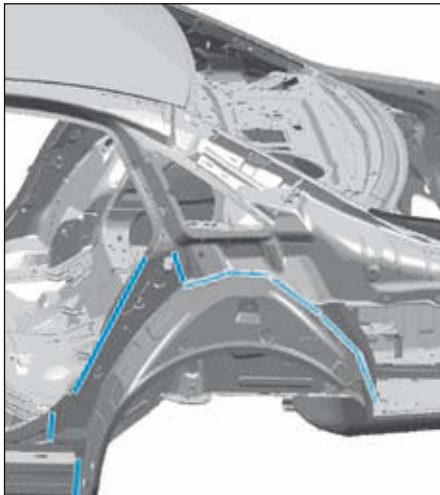

FIG. 129
- Tracer puis découper le passage de roue arrière (Fig.129).